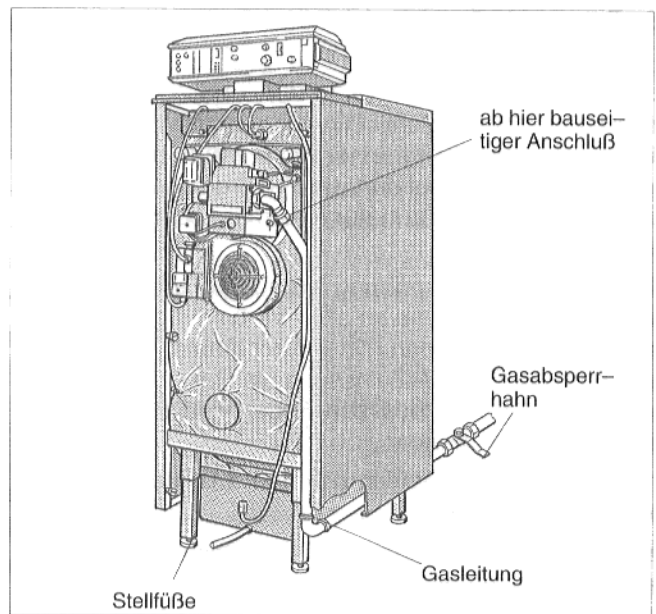

Abb.8
- Der Lieferumfang endet an der Krümmerverschraubung (Abb.8). Ab hier ist der Gasanschluß bauseits weiter zu führen. Es empfiehlt sich, die Leitung nach unten zu führen und zwischen Seitenwand und Stellfüßen nach hinten zu verlegen (Abb.8).